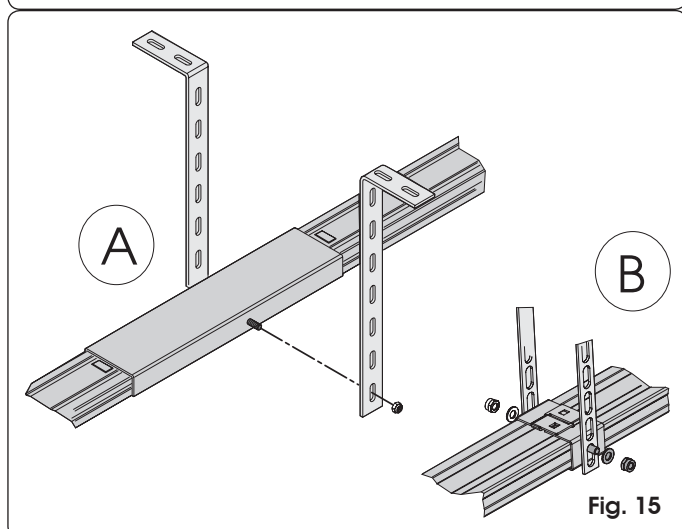

Fig. 15
- 13) Als een rail in twee delen wordt gebruikt met een centraal verbindingsstuk (Fig. 15 ref. A) of de centrale steun voor één enkele geleiderail (Fig. 15 ref. B - optioneel), bevestig de geleiderail dan aan het plafond met behulp van de speciale beugels en volg daarbij de stappen 9, 10 en 12 (Fig. 15).